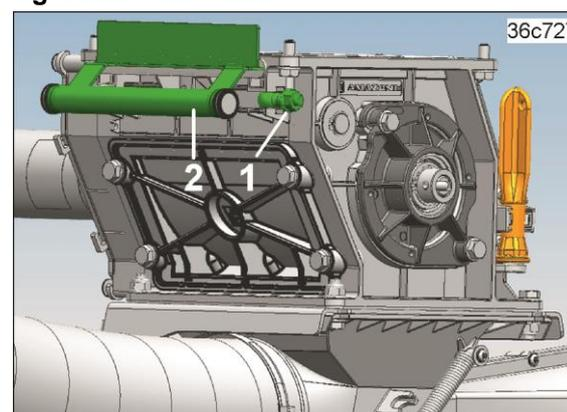

Fig. 228
1.2 Die Schrauben (Fig. 228/1) verschwenken.
1.3 Den Schieber (Fig. 228/2) bis zum Anschlag in den Dosierer schieben.